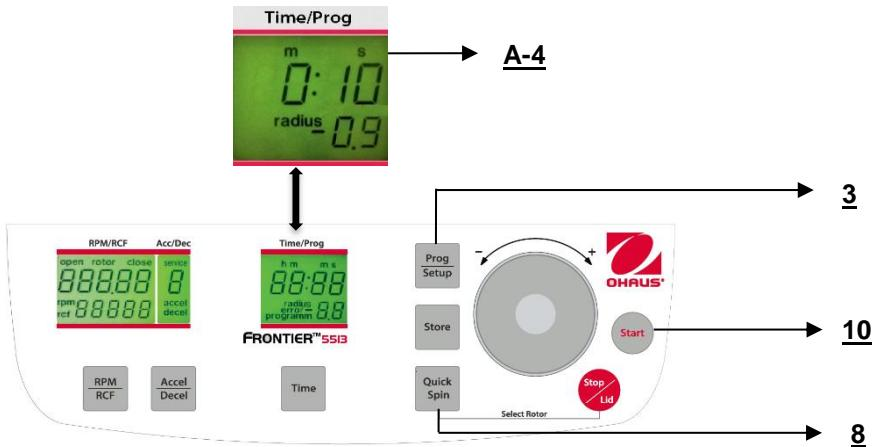

Figura. 24
E' possibile avviare la centrifuga con il tasto "**Start**" (10) (rif. figura 24) oppure con il tasto "**Quick Spin**" (8).